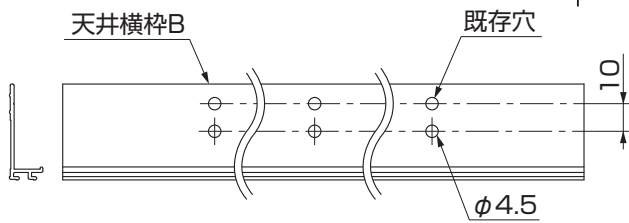

図4-2 躯体付け施工の場合の天井横枠Bの加工
④躯体取付けフレーム施工の場合は、天井横枠Bにφ4.5の穴をあけ、躯体付けフレームにφ3.5の下穴をあけて、天井横枠Bを【1-1】で取付けてください。(図4-2、図4-7参照)